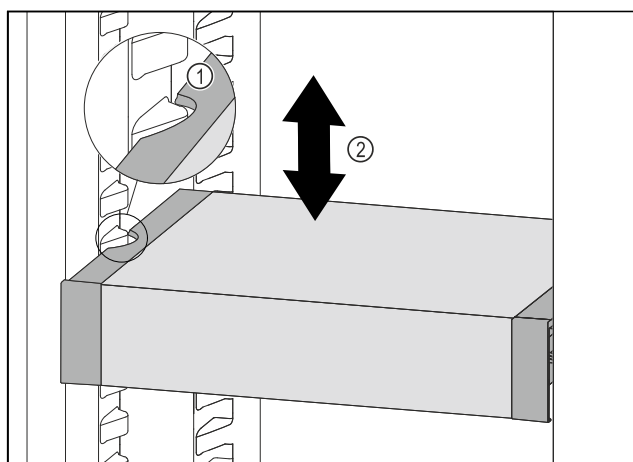

Fig. 92
- VarioSafe w chłodziarce przesunąć w górę lub w dół, aż zostanie osiągnięta żądana wysokość. Fig. 92 (2)